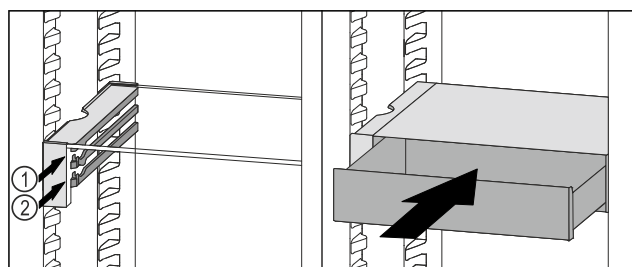

Fig. 103
- Sæt VarioSafe-skuffen ind bag stoppene på den ønskede ribbe Fig. 103 (1) eller Fig. 103 (2).